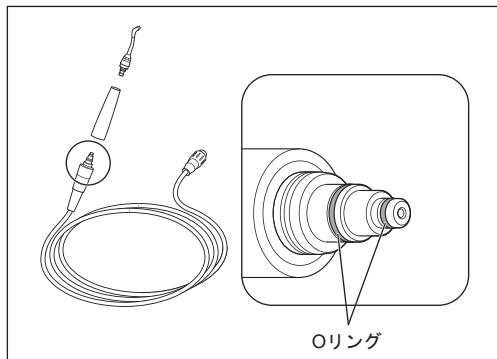

図48
4) 付属のタービンオイルをOリング部に塗布し、指などでよくなじませます。余剰なオイルは柔らかい布などで拭き取ってください（図48）。